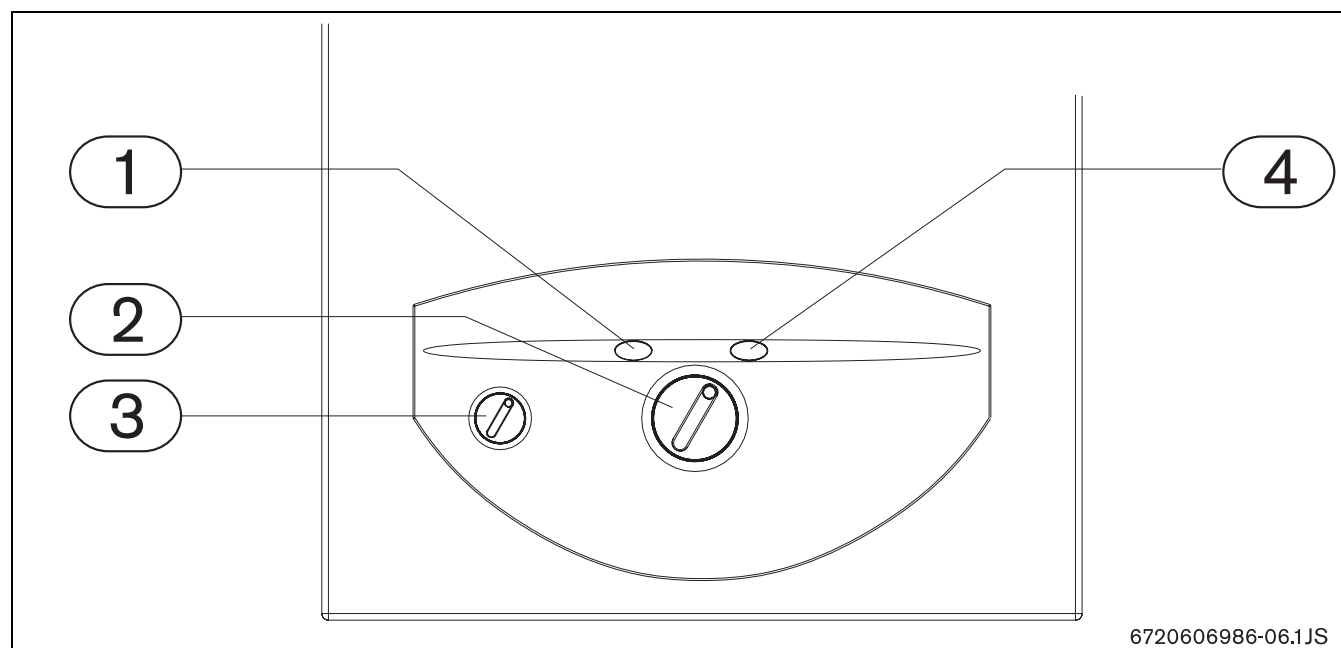

Fig. 10
A detecção destas avarias é feita através de indicação luminosa (luz vermelha) na tecla de rearme (Fig. 10, pos. 1). O aparelho só volta a funcionar após a causa da avaria ter sido eliminada e se ter pressionado a tecla de rearme.
- ▶ Colocar o selector de temperatura (Fig. 10, pos. 2) na posição 6 (posição 60 na caixa de comando).
- ▶ Pressionar e manter pressionada a tecla estado do queimador (Fig. 10, pos.4) e colocar o interruptor principal (Fig. 10, pos. 3) na posição I. Depois de manter a tecla pressionada durante aproximadamente 10 segundos, o aparelho encontra-se em posição de ajuste para caudal máximo, a tecla estado do queimador pisca.
- ▶ Colocar o selector de temperatura (Fig. 10, pos. 2) na posição 1 (posição 35 na caixa de comando).
- ▶ Pressionar e manter pressionada a tecla estado do queimador (Fig. 10, pos.4) e colocar o interruptor principal (Fig. 10, pos. 3) na posição I. O aparelho encontra-se em posição de ajuste para caudal mínimo, a tecla estado do queimador pisca.